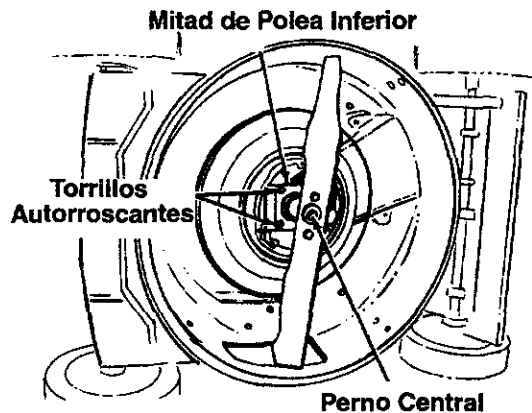

FIGURA 15.
- Quite el perno central que fija la cuchilla al cigüeñal. Vea la figura 15. Remueva la cuchilla y el adaptador de cuchilla.
- Usted puede doblar el mango de su cortacésped para almacenamiento tal como se demuestra en la figura 15. Quite la cuerda de arranque de la guía. Suelte las dos perillas de mano de los lados del mango y deje que el mango superior se doble abajo y hacia la parte trasera. Mueva las prensas (horquillas) al agujero exterior en las clavijas soldadas en los soportes del mango. Vea la figura 3. Extienda los lados del mango inferior y empújelo hacia el frente y abajo.